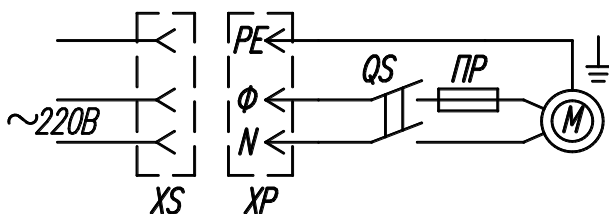

Рис.11
5.6 Схема электрическая принципиальная представлена на рис. 11.